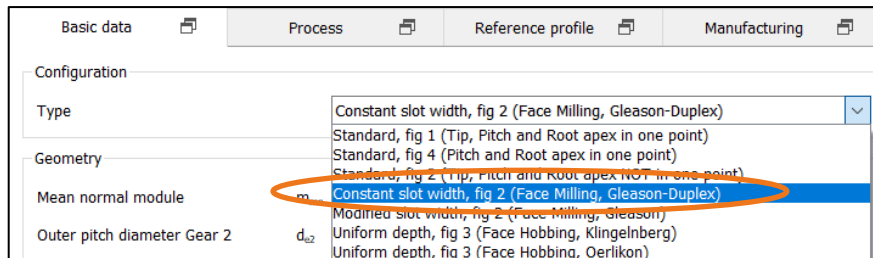

Figure 7. Selecting «constant slot width» type or «modified slot width» type
1. In «**Basic data**» → «**Type**» select the «**Constant slot width**» or «**Modified slot width**» type (see Figure 7).